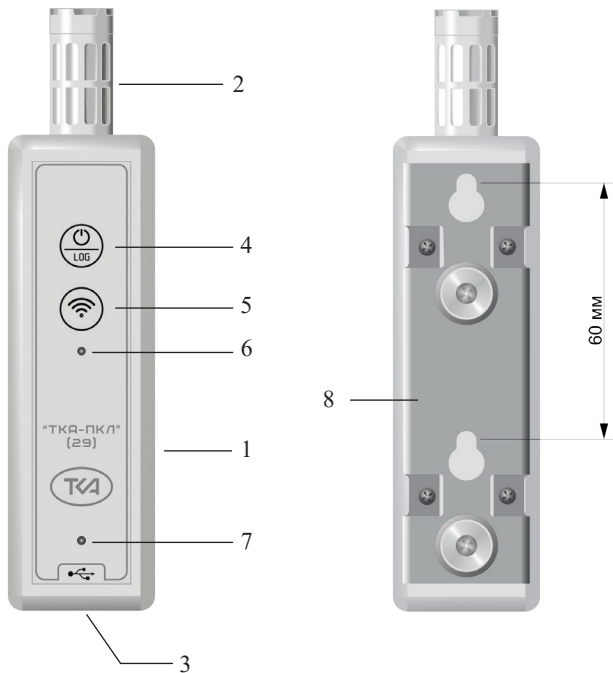

Рис.1 – Внешний вид прибора
На лицевой стороне корпуса прибора расположены: два светодиода состояний прибора и две кнопки управления (Рис.1).
Зонд с датчиками измеряемых параметров (2, Рис.1) установлен на верхней торцевой крышке корпуса. Разъём (3, Рис.1) предназначен для связи с ПК.
На обратной стороне корпуса расположено универсальное крепление (8, Рис.1), позволяющее устанавливать прибор
5.4 Включение прибора и его отключение производится однократным нажатием кнопки ВКЛ/ВЫКЛ (4, Рис.1). При этом светодиодный индикатор состояния (6, Рис.1) начнет гореть желтым цветом, а затем через некоторое время начнет мигать.
Если необходимо включить/выключить передачу данных по Wi-Fi, то это у включенного прибора можно сделать однократным нажатием на кнопку (5, Рис.1). При этом светодиодный индикатор состояния начнет гореть синим цветом, а затем через некоторое
Если после включения прибора светодиодный индикатор состояния будет периодически гореть белым цветом, поставьте прибор на зарядку, подключив к прибору через разъем micro-USB запитанное зарядное устройство или внешний аккумулятор. Для отслеживания процесса заряда внутреннего аккумулятора на лицевой панели прибора расположен индикатор заряда (7, Рис.1), горящий красным цветом во время заряда и не горящий, если процесс заряда окончен.